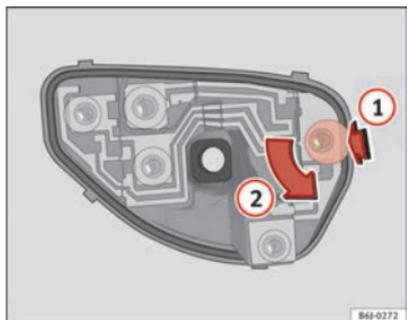

Fig. 178 Substituição das lâmpadas luzes traseiras
- Uma vez retirado o porta-lâmpadas, pressione no sentido da seta (1) e rode em simultâneo no sentido da seta (2) ⇒ Fig. 178.